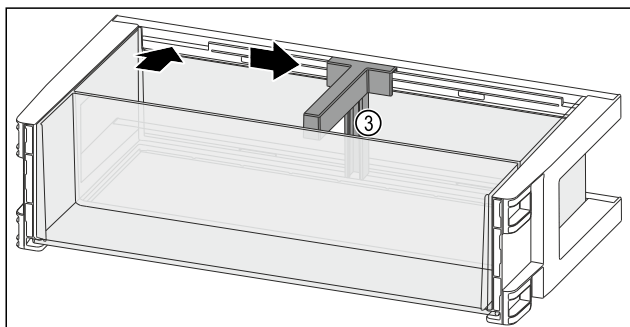

Fig. 118
- Вставте тримач пляшок Fig. 118 (3) у паз.
- Пересуньте тримач пляшок Fig. 118 (3) убік до бажаної позиції.